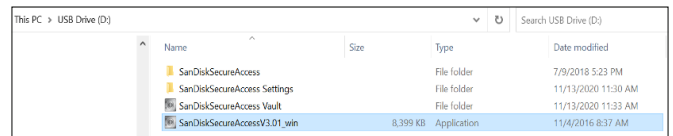

Abbildung 1: Passwortgeschützter Ordner auf dem USB-Stick, der das Software-Installationsprogramm enthält
- Stecken Sie den USB-Stick in einen beliebigen USB-Anschluss des Laptops und öffnen Sie den Inhalt wie unten dargestellt. Doppelklicken Sie auf die ausführbare Datei in **Abbildung 1**.